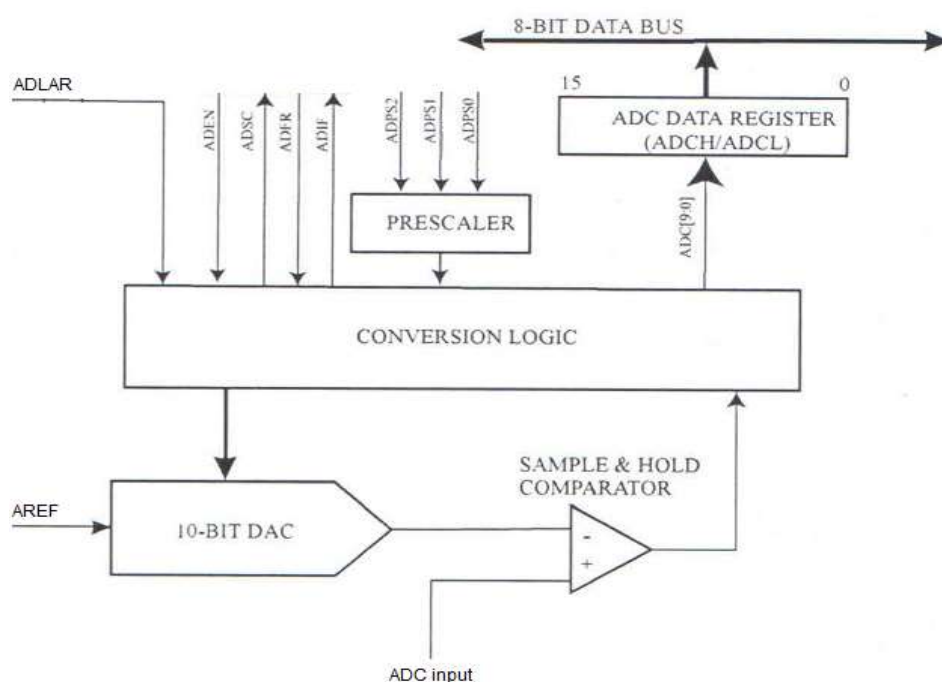

Fig. 2. - Convertorul A/D - principiu de funcționare
2. În fig. 2 se dă schema-bloc funcțională simplificată a convertorului A/D al microcontrolerului ATmega 328 P. Scrieți la secțiunea de rezolvări numărul fiecăruia din spațiile goale ale textului de mai jos urmat de noțiunea cu care trebuie completat:
(Sursa fig. 2. - ATmega328P 8-bit AVR microcontroller Datasheet Complete, ATMEL, 2016)